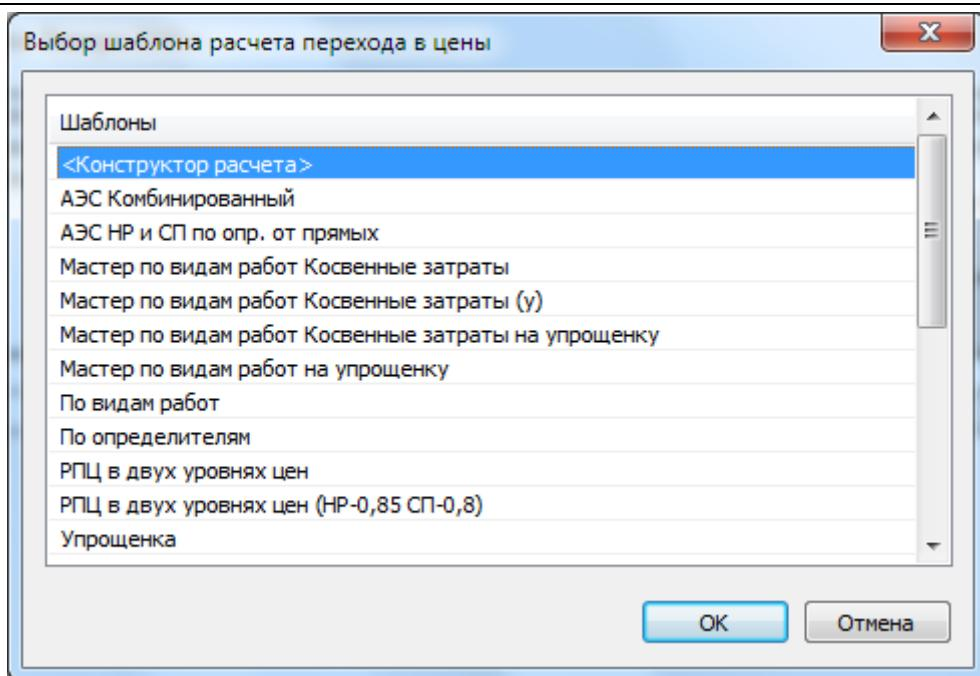

Рис. 3.15 Диалоговое окно Выбор шаблона расчета перехода в цены
4. В открывшемся диалоговом окне *Выбор шаблона расчета перехода в цены* (рис. 3.15) выбрать из списка нужный шаблон и нажать на кнопку **OK**.